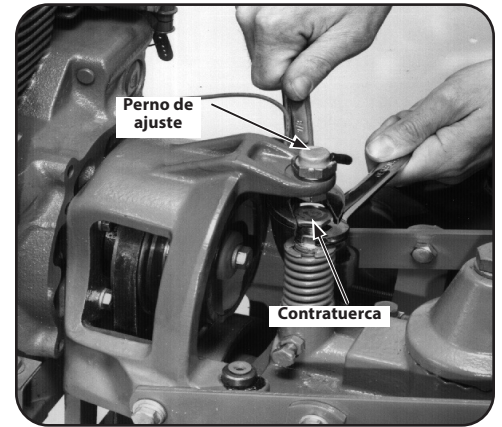

Figura 5-23
5. Coloque una llave de $\frac{7}{8}$ " en la cabeza del perno de ajuste de reversa y una llave de $\frac{5}{16}$ " en la contratuerca que está debajo de él. Consulte la Figura 5-23. Mantenga fijo el perno mientras se afloja la contratuerca tres o cuatro giros.
7. Controle que el disco de reversa esté al menos a $\frac{3}{16}$ " de la polea de accionamiento de la transmisión. Luego mantenga fijo el perno de ajuste de reversa con una llave mientras se ajusta la contratuerca con una segunda llave. Consulte la Figura 5-23.